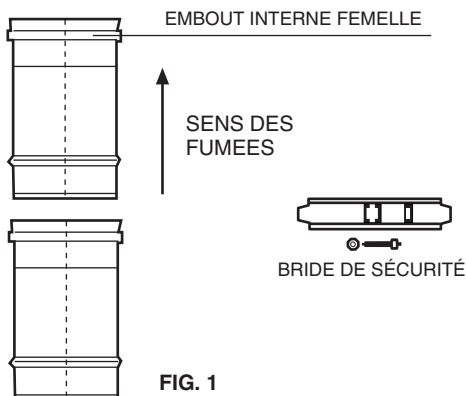

FIG. 1
Les systèmes SW PRIMA, SW ALPHA, SW OPTIMA, SW MAXIMA, SW ULTRA, TP INOX, ESW ALPHA, ESW OPTIMA, ESW MAXIMA, ESW ULTRA sont réalisés avec des embouts du type mâle/femelle avec bourrelet auto-centrant et anti-écrasement comme schématisé dans la fig. 1.
- installer les éléments suivant le sens des fumées indiqué sur l'élément par une flèche, ou bien avec l'embout femelle vers le haut (voir. fig. 1);